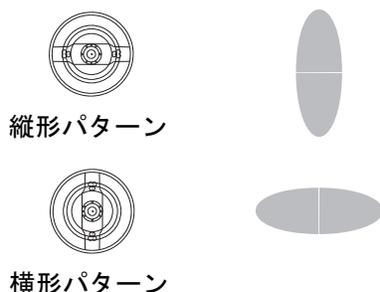

図 18 エアキャップの位置
3. エアキャップのリテーナーリングをゆるめて、縦横のスプレーパターンに応じてエアキャップを回転します。図 18 を参照してください。